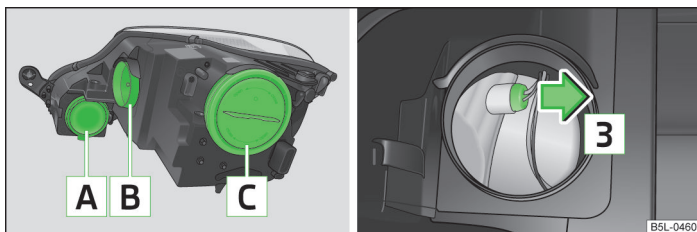

Fig. 180 Faro anteriore: Assegnazione delle lampadine/Alloggiamento per luci di posizione (proiettori allo xeno)
Riepilogo della posizione delle luci » fig. 180.
- » Estrarre la copertura in gomma **B** » fig. 180.
- » Estrarre l'alloggiamento nel senso indicato dalla freccia **3** » fig. 180.
- Estrarre la copertura in gomma **[2]** » fig. 180 a pagina 233.